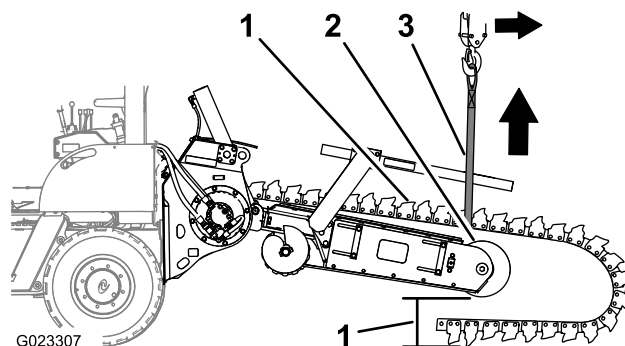

Figure 43
3. Démarrez la machine et abaissez l'élince jusqu'à ce que la poulie de tension inférieure se trouve de 31 à 36 cm (12 à 14 po) au-dessus du sol (Figure 43).
5. Lorsque la chaîne d'excavation a passé le pignon d'entraînement, ramenez la commande de la trancheuse à la position POINT MORT, arrêtez la machine et enlevez la clé de contact (Figure 43).
6. Enroulez la sangle de levage autour de la chaîne d'excavation au niveau de la poulie de tension et attachez la sangle au matériel de levage (Figure 43).
7. Élevez le matériel de levage et déposez la chaîne d'excavation de l'élince (Figure 43).